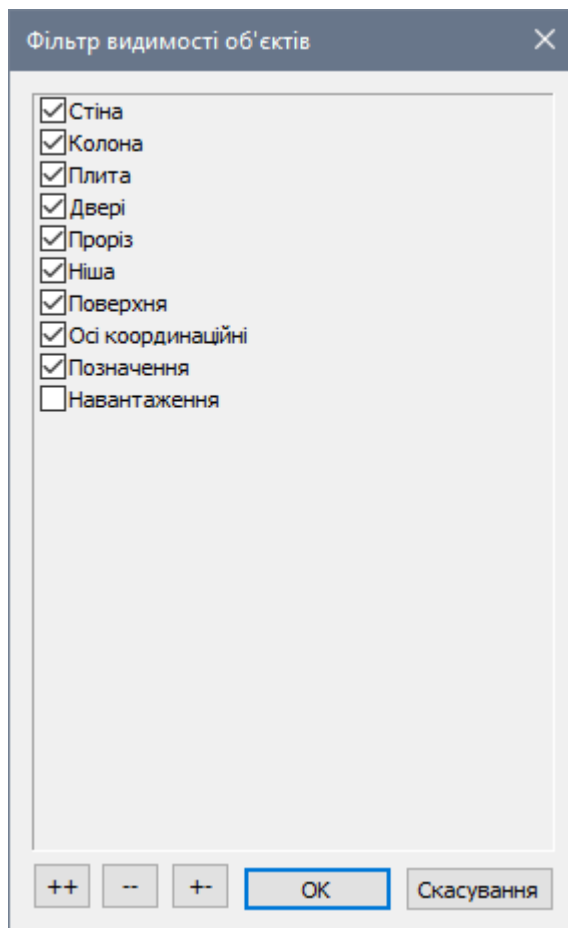

Рис. 23.42. Діалогове вікно Фільтр видимості об'єктів
- Викличте діалогове вікно **Фільтр видимості об'єктів** (рис. 23.42) натисканням по кнопці  – **Фільтр видимості об'єктів** на панелі інструментів **Візуалізація**.